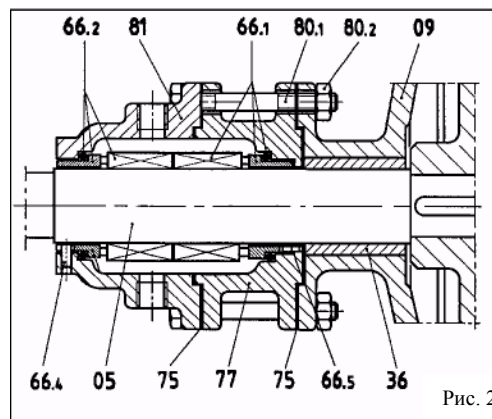
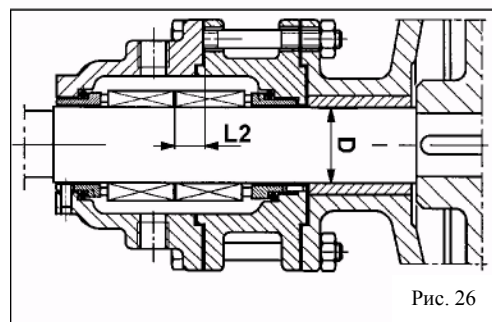

Рис. 25
Рис. 26
- Установите штифты (45) подшипниковых кольцах (14,15) (модели V25-2 и V30-2 не имеют штифтов).
12.7 Сборка двойного механического уплотнения ST8 (рис. 25)
- Установите заднюю крышку (09).
- Установите корпус уплотнения (77) после установки вращающегося кольца механического уплотнения (66.1).
- Затяните стопорные винты уплотнительного кольца. Вращающееся кольцо механического уплотнения должно располагаться так, как показано на рис. 26.
Внимание: в таблице 26 указаны диаметр D вала и расстояние $L2$ между вращающимся кольцом (66.1) и корпусом уплотнения (77), когда задняя крышка (09) еще не установлена на корпусе, а опирается на заднюю поверхность ротора (рис. 26).